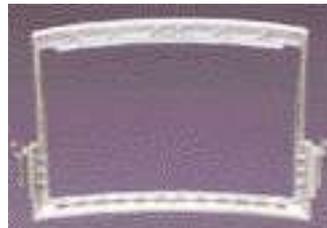

Bild 8: Heckscheibenrahmen
2.4 Heckscheibenrahmen (Bild 8)